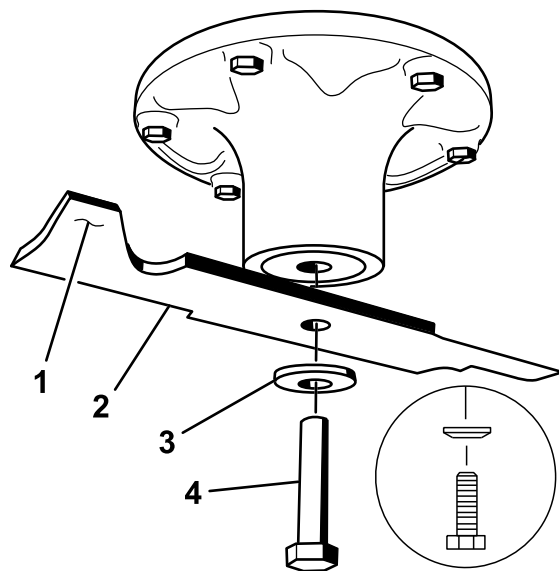
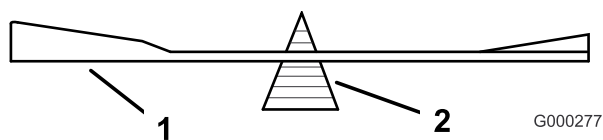

Figura 61
Figura 63
Tenete l'estremità della lama con un cencio o un guanto bene imbottito. Togliete il bullone, la rondella curva e la lama dall'asse del fusello (Figura 61).
2. Controllate l'equilibrio della lama posizionandola su un bilanciatore (Figura 63). Se la lama rimane in posizione orizzontale, è bilanciata e può essere utilizzata. Se la lama non è bilanciata, limate del metallo soltanto dalla costa (Figura 61). Ripetete
1. Montate la lama sull'asse del fusello (Figura 61).
2. Montate il disco elastico e il bullone della lama. Il cono del disco elastico deve essere rivolto in verso la testa del bullone (Figura 61). Serrate il bullone della lama a 135 - 150 Nm.